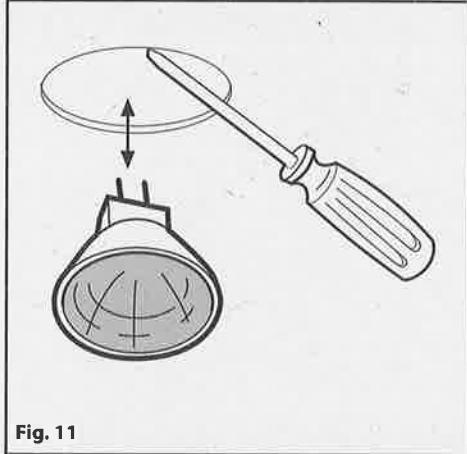

Fig. 11
**• Sostituzione delle lampade alogene (**Fig.11**).**